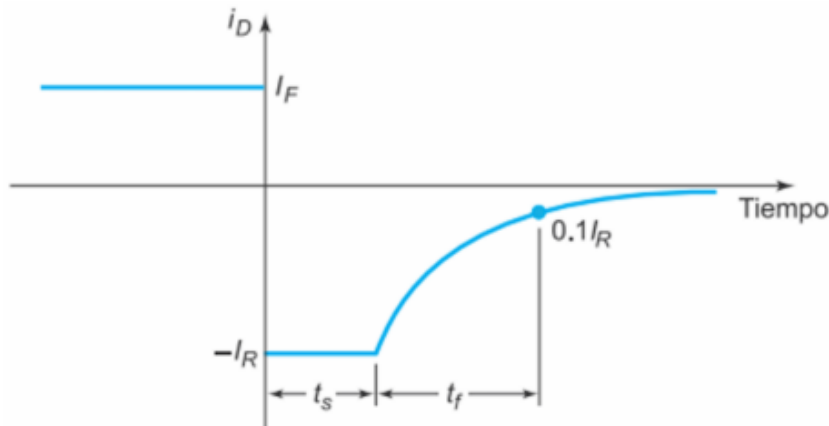

Figura 1: Visualización del tiempo de recuperación de un diodo
- El tiempo de recuperación inversa (t_{rr}): Es la suma de t_s y t_f . Los tiempos anteriormente descritos son ilustrados en la Figura 1.
- Monte el circuito de la Figura 1 en una protoboard, utilizando una fuente de alimentación variable, una resistencia adecuada y los diodos a caracterizar.